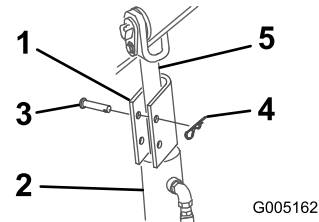

Bild 20
4. Bringen Sie über jeder Hubzylinderstange ein Zylinderschloss an (Bild 20).
5. Befestigen Sie jedes Zylinderschloss mit einem Lastösenbolzen und einem Splint (Bild 20).